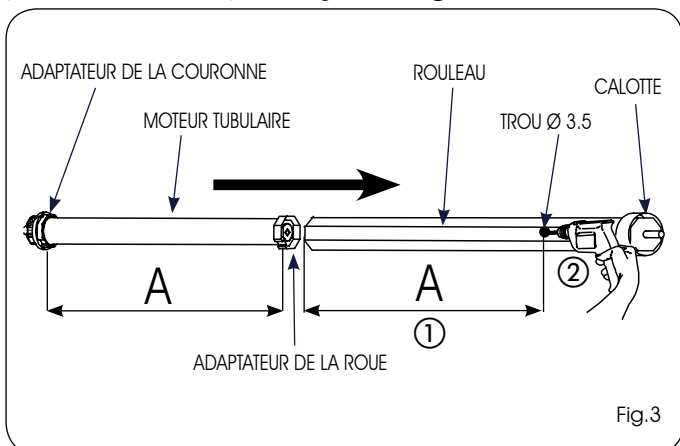

Fig.3
- 1) Réaliser un trou avec un foret  $\varnothing$  3 mm sur le rouleau (Fig.3 réf.②) à la distance A (Fig.3 réf.①), en faisant référence au tableau 1.